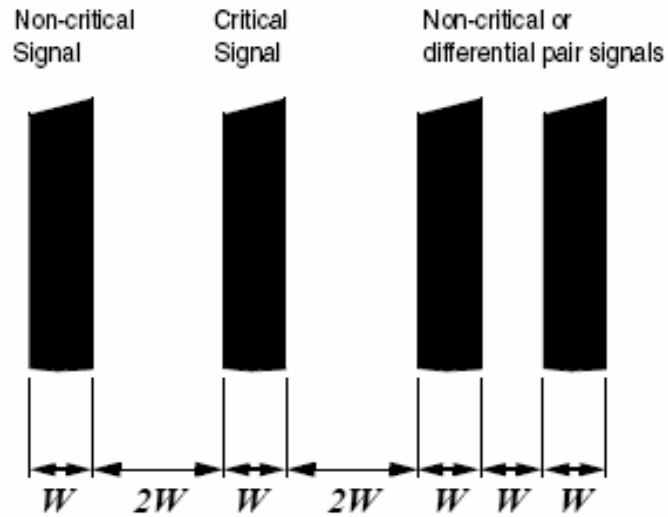

图 20: 走线分离
(3) 局部电源和 IC 的去耦：局部的去耦可以减少沿电源线传播的干扰。在电源到 PCB 入口的地方加上大的旁路电容会对低频的纹波起到滤波的作用，还有对突然的电源需要起到储能的作用。另外，在每个 IC 的电源和地之间应当加上去耦电容，而且尽可能的放在靠近 IC 管脚的地方，这样有助于滤掉从 IC 出来的开关噪声。
(4) 基准面的射频电流：不管对多层 PCB 的参考地层来说，还是对单面板的地走线来讲，电流的回路总是从负载回到电源。PCB 的回路阻抗越低，它的 EMC 性能越好。因为从负载到电源的射频电流的影响，长的回路会相互产生互耦。因此，回路的长度越短，回路的面积越小越好。
(5) **走线分离**：走线分离是为了减小同一层 PCB 上临近走线的串扰和干扰耦合（通过磁通量耦合）。3W 规则表述了所有的信号走线必须分开的距离规则，边到边的分离如图 20 所示。为了减小磁耦合，在临界信号旁边布置基准地来隔离耦合到这些信号线的其它干扰。